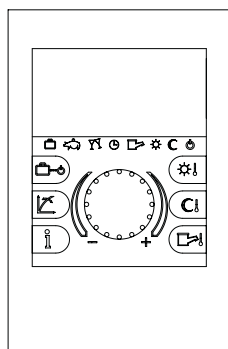

Fig. 1-7
- Gestore di zona (Fig. 1-7). Il pannello del gestore di zona, oltre alle funzioni illustrate al punto precedente, permette di avere sotto controllo e soprattutto a portata di mano, tutte le informazioni importanti relative al funzionamento dell'apparecchio e dell'impianto termico con la opportunità di intervenire comodamente sui parametri precedentemente impostati senza necessità di spostarsi sul luogo ove è installato il regolatore di cascata e zone. Il cronotermostato climatico incorporato nel pannello remoto consente di adeguare la temperatura di mandata impianto alle effettive necessità dell'ambiente da riscaldare, in modo da ottenere il valore di temperatura ambiente desiderato con estrema precisione e quindi con evidente risparmio sul costo di gestione. Consente inoltre di visualizzare la temperatura ambiente e la temperatura esterna effettiva (se presente la sonda esterna). Il gestore di zona è alimentato direttamente dal termoregolatore di cascata tramite 2 fili.